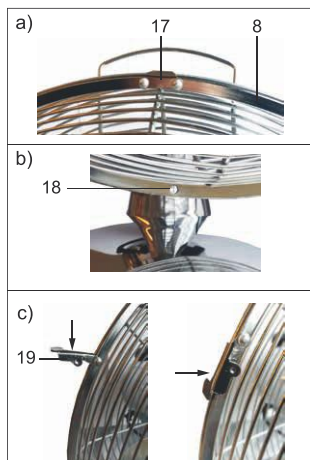

Fig.4: Montage vorderes Schutzgitter
18. Schieben Sie das vordere Schutzgitter (8) mit dem Aufhänger (17) über den oberen Rand des hinteren Schutzgitters. Abb. 4 a).
19. Prüfen Sie, ob die beiden Lochaussparungen (18) jeweils unten im Rahmen der Schutzgitter bündig übereinander liegen. Abb. 4 b).
20. Schieben Sie die 4 Verriegelungsklemmen (19), die sich jeweils seitlich am vorderen Schutzgitter befinden über die Rahmen von beiden Schutzgittern. Abb. 4 c).
21. Schieben Sie die Kreuzschlitzschraube mit Linsenkopf (8a) durch die Lochaussparungen (18) der Schutzgitter.